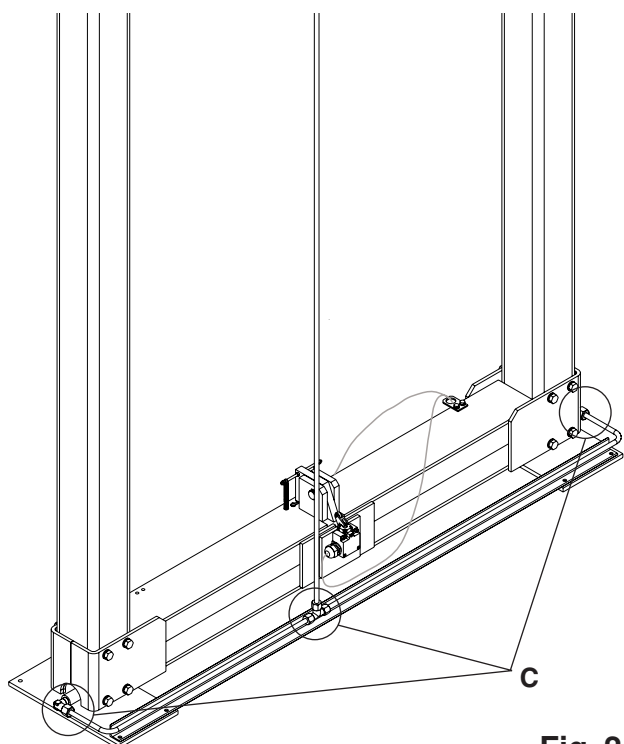

Fig. 24
- Verificare che le giunzioni (C) delle tubazioni idrauliche non perdano **fig. 24**
- Check that hydraulic pipes connectors (C) have no leaks **fig. 24**
- Überprüfen, dass die Verbindungen (C) der Hydraulikleitungen nicht lecken **Abb. 24**.
- Vérifier que les jonctions (C) des tuyaux hydrauliques ne fuient pas **fig. 24**
- Comprobar que las uniones (C) de los tubos hidráulicos no pierdan **fig. 24**